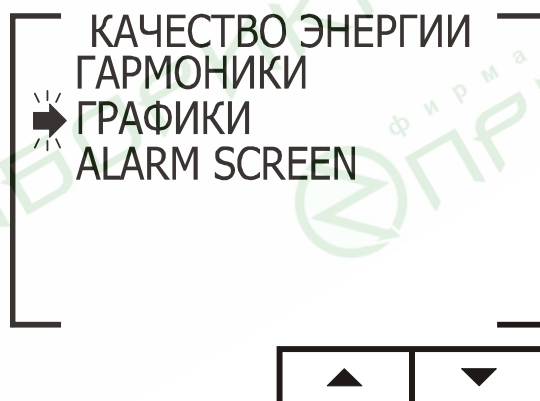

Рис. 32
2. Нажмите «Enter». На дисплее появится экран выбора режима отображения качества сети (рис. 32):